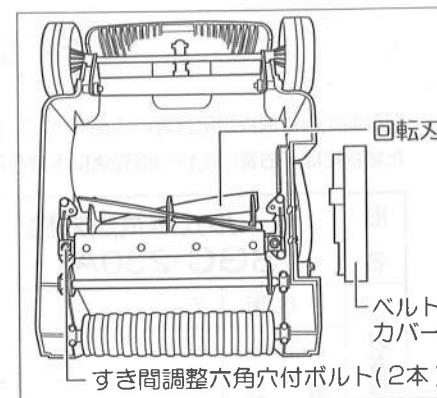

図16
(図16参照)
⑤固定刃・回転刃(3枚)に付属のラッピングブラシにラッピングオイルを付け薄く塗布してください。(図16参照)
⑥回転刃は、右回り(時計回り)に回転させて、オイルを塗布してください。
⑦ベルトカバーを取り付けてください。
⑧本機を表面にして、集草バッグを取り付けてください。